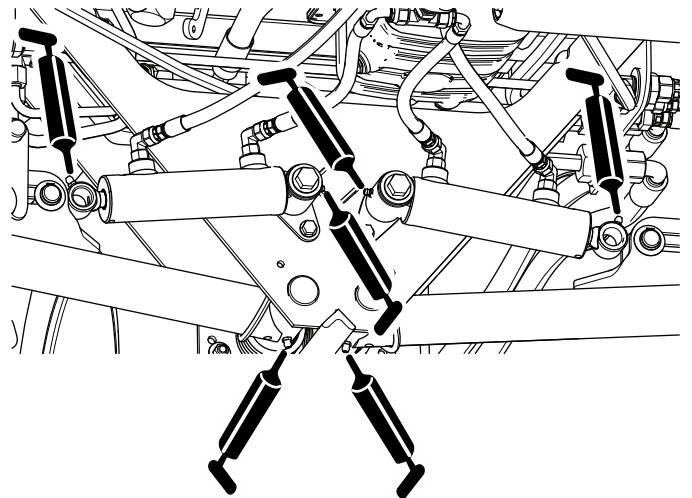

Figura 58
- Perni orientabili del braccio di sollevamento posteriore e cilindri di sollevamento (3 su ciascun lato); fate riferimento a Figura 58.